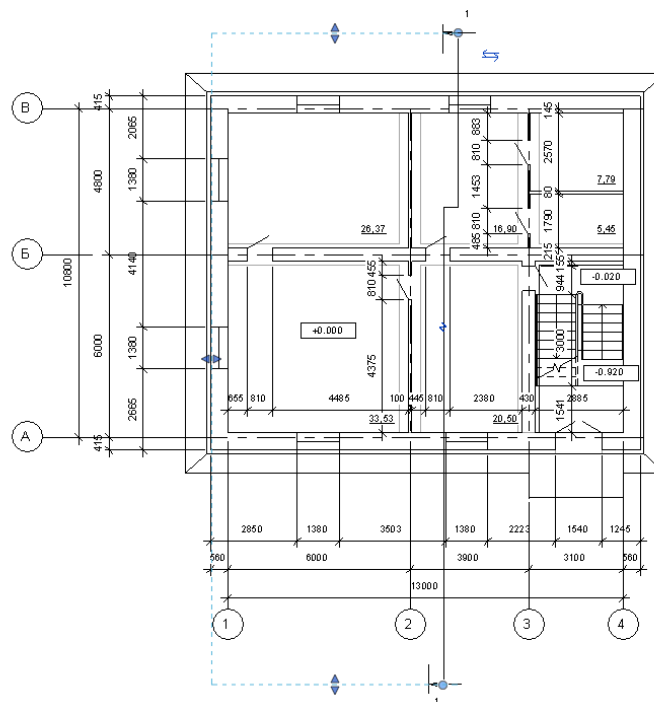

Рис. 122
5. Кликнуть инструментом **Ножик** на линии разреза в точке, которая станет точкой излома линии разреза и переместить ее в нужную сторону согласно заданному разрезу (рис. 122). Направление взгляда можно изменить двойной стрелкой.